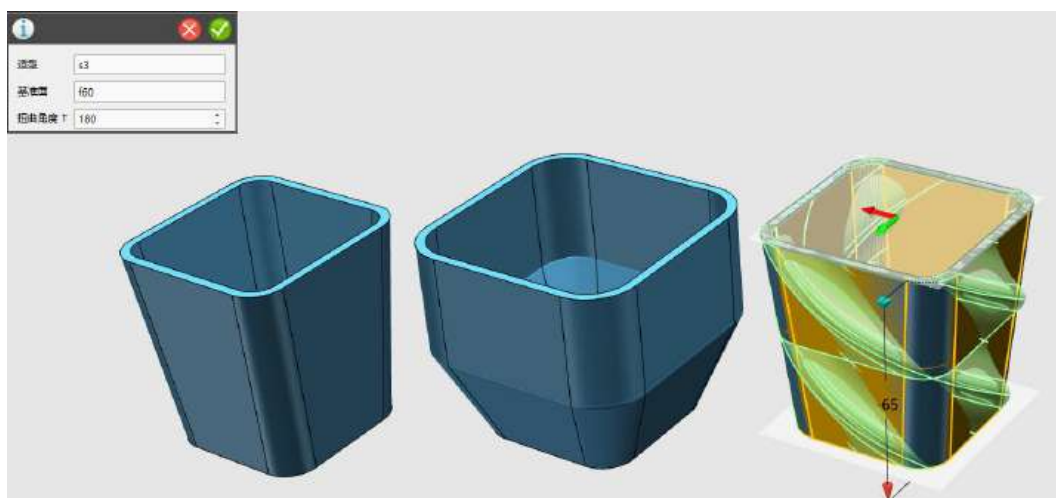

图 1-11
Step 11 选择扭曲命令，造型选择最后一个杯体，基准面选择杯体上平面，其他默认，如下图 1-11 所示：